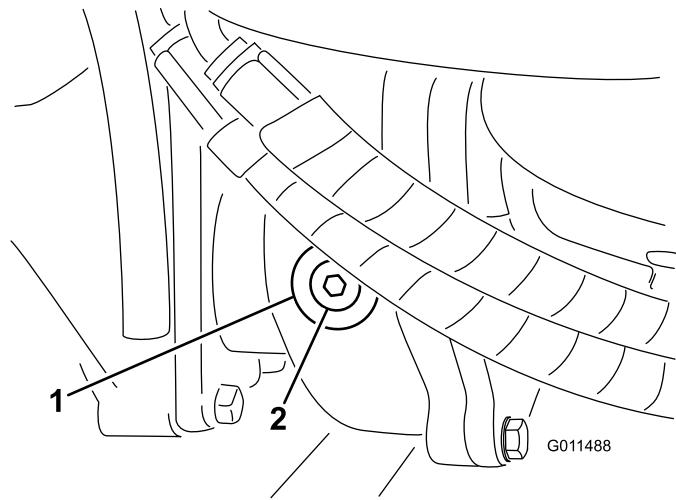

図 98
2. ギアボックスの左側から点検・補給用プラグ 図 98 を抜き、穴の高さまで潤滑油があることを確認する。油量が足りなければ穴の下部まで補給する。